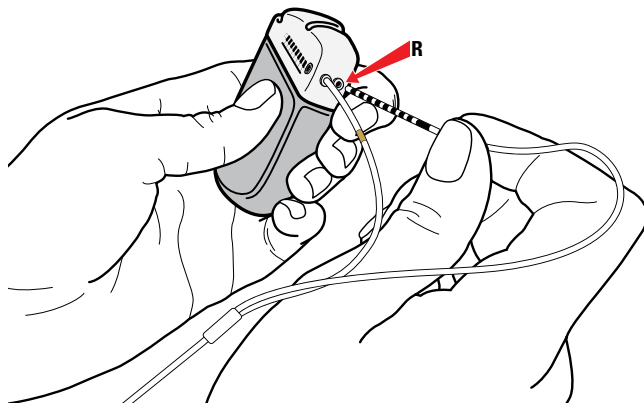

Figure 40. Connexion au port R du GII
2. Connecter l'extrémité de la sonde-extension de l'hémisphère droit sans bande de marquage au port R (ou D) (Figure 40).